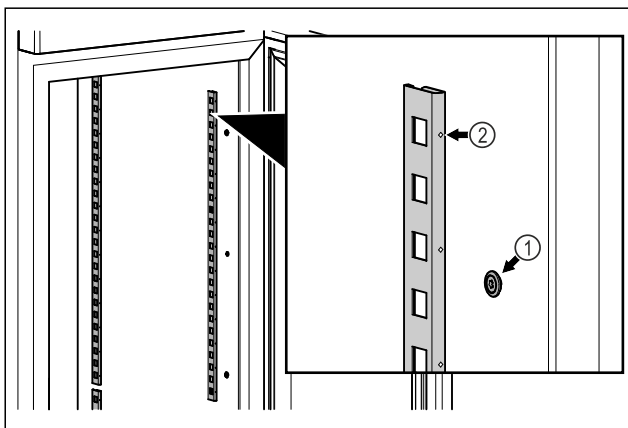

Fig. 81 Ilustrační zobrazení
- ▶ Zahrákněte zářkové lišty do zavěšení Fig. 81 (1). Označení Fig. 81 (2) musí směřovat dopředu.